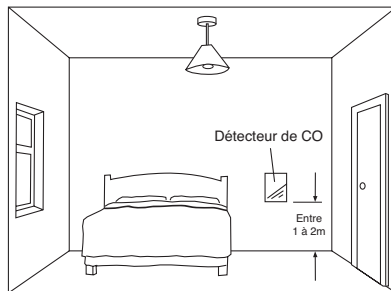

**Figure 2**
**4.31 Si vous installez le détecteur de CO dans une pièce contenant un appareil de combustion** (voir figure 2)